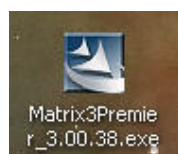

FIG. 12
3. Dubbelklik op het pictogram Matrix3Premier.exe (FIG. 12).